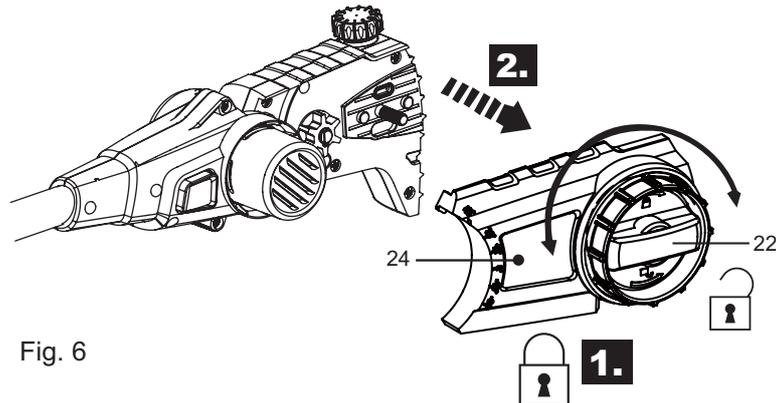

Fig. 6
- > Desserrez la molette de blocage [22] et enlevez le capot [24]. (Fig. 6)